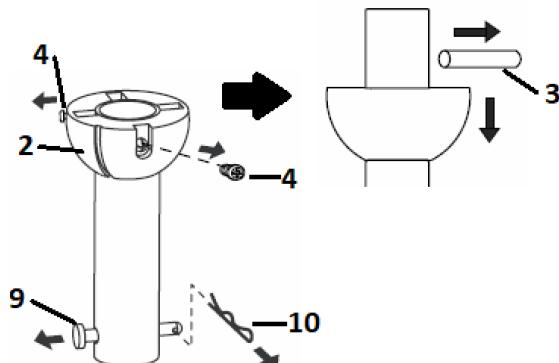

Fig. 4.1
1. Quite la junta esférica (2) y el pasador (3) aflojando el juego de tornillos de fijación (4) de la tija (6). Retire el pasador de horquilla (9) quitándole la chaveta (10). **NOTA: No se deshaga de estas piezas, dado que se requerirán para volver a montarlo posteriormente.** (Fig. 4.1)